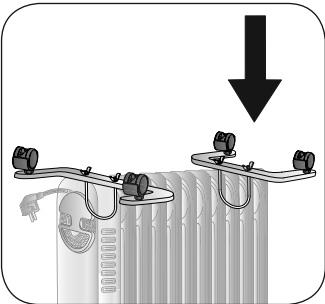

Fig. 6
- 8 Montare la seconda staffa di supporto (Fig. 6).